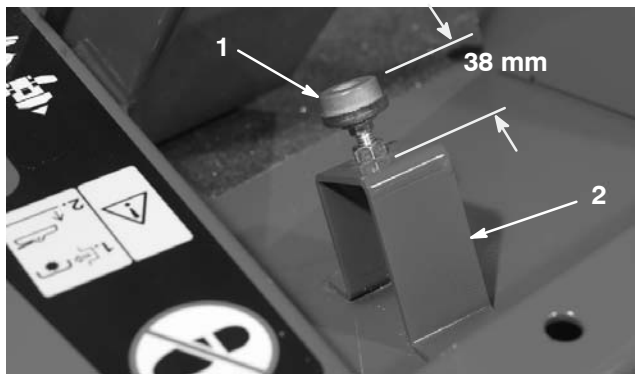

Figure 67
2. Contrôlez le réglage de la butée de la pédale de déplacement. Il doit exister un écart de 38 mm entre le haut du support et la haut de la butée (Fig. 67). Desserrez les écrous et réglez la distance selon les besoins.